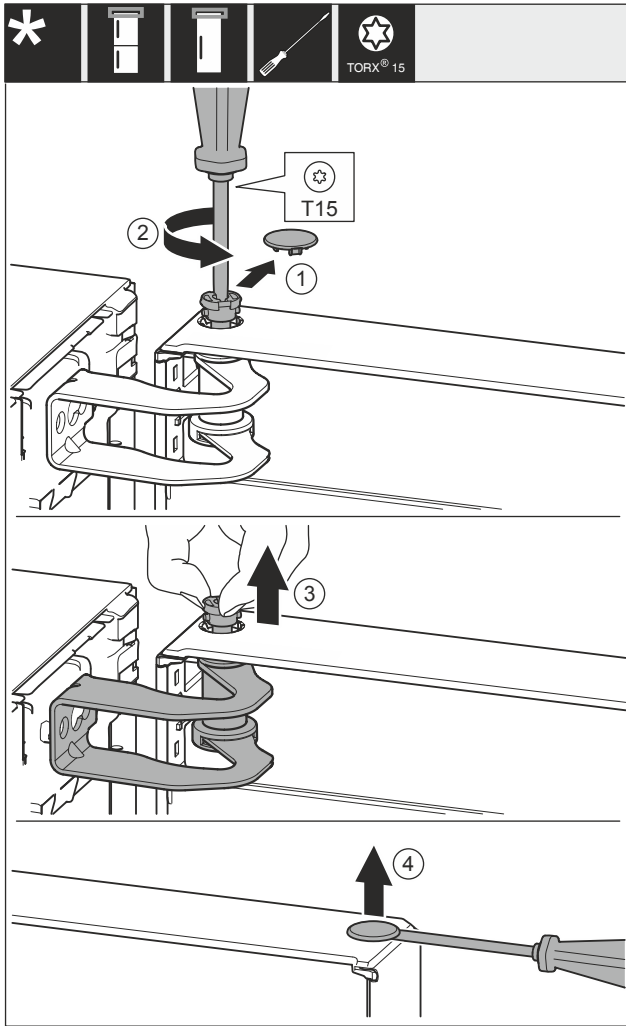

Fig. 29
- ▶ Rimuovere con cautela la copertura Fig. 29 (1).
- ▶ Estrarre di un passo i perni Fig. 29 (2) con un cacciavite.
- ▶ Estrarre i perni Fig. 29 (3) con le dita.
- ▶ Sollevare la copertura Fig. 29 (4) con cautela con un cacciavite e rimuoverla.